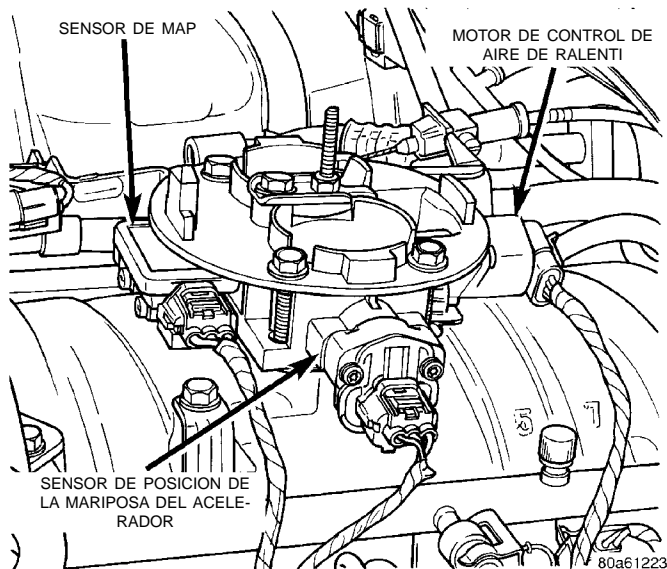

Fig. 64 Conectores eléctricos del sensor—Motores de 5.2L/5.9L —Característicos
- (1) Retire el conducto de aire situado en el cuerpo de mariposa.
- (2) Desconecte los conectores eléctricos del cuerpo de mariposa del sensor de MAP, del motor de IAC y del TPS (Fig. 64).